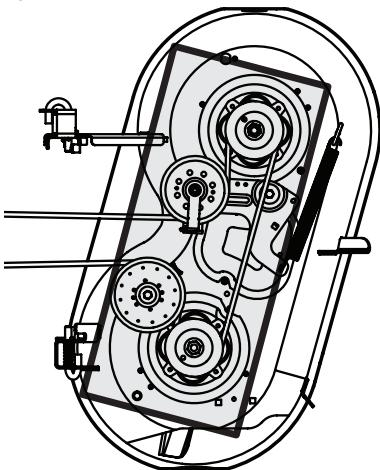

Figure 26
- Nettoyez la partie supérieure du plateau de coupe, la partie sous le couvercle des fusées et la partie autour des courroies (Figure 26).